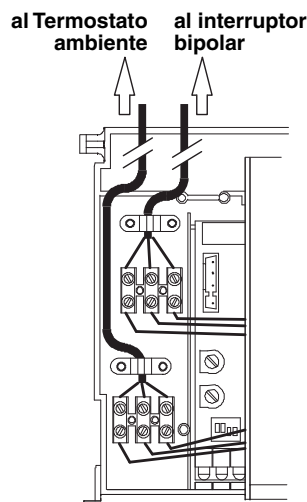

Fig. 5.26
deben seguir el recorrido indicado, estar sujetos como en la Fig. 5.26 y salir de la caldera a través de los dos orificios (I).